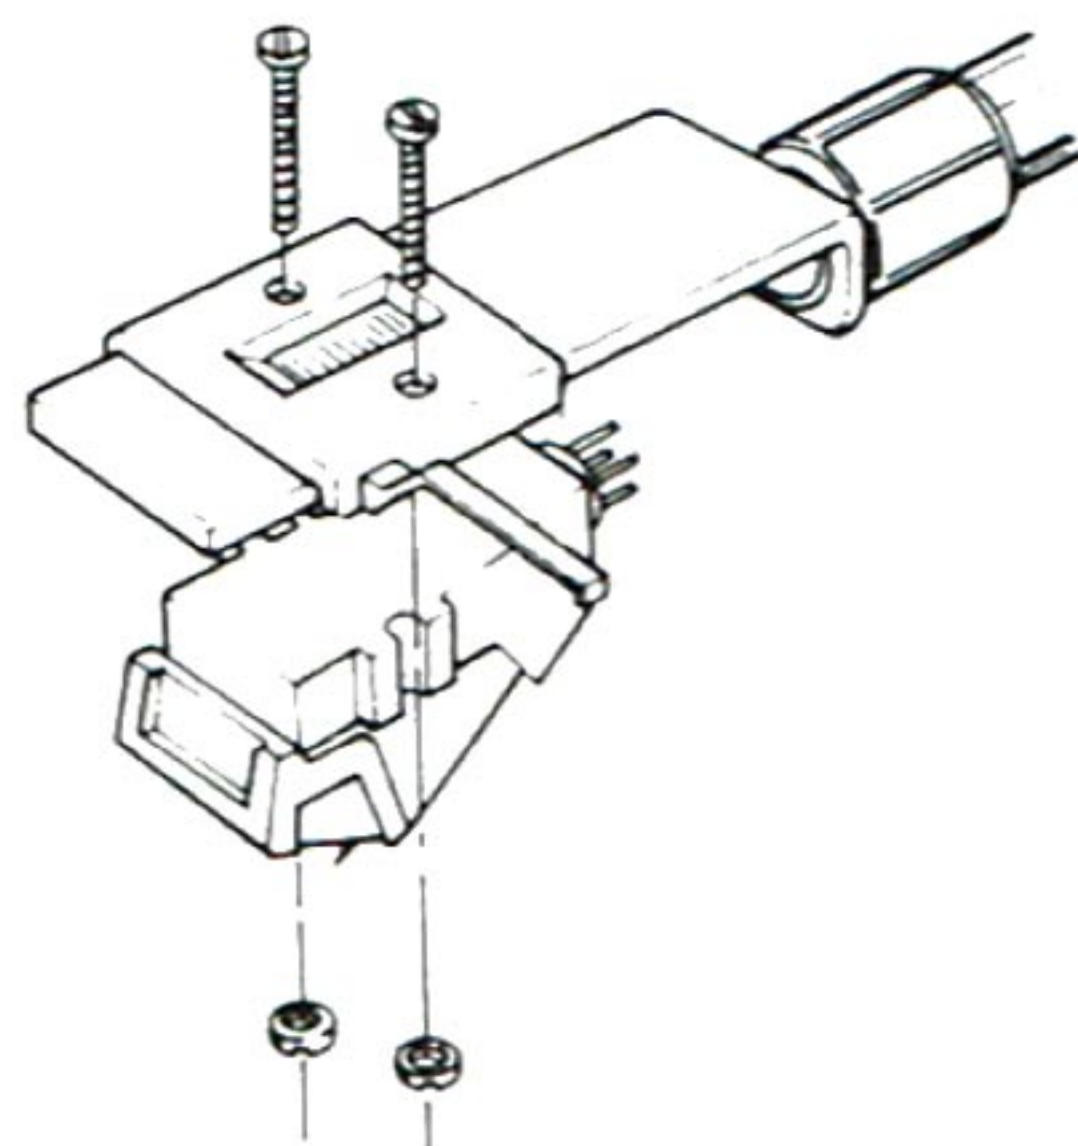

Abb. 2
- 1. Tonabnehmer in den Tonarmkopf einsetzen und die Schrauben und Mutter (Abb. 2). leicht anziehen.